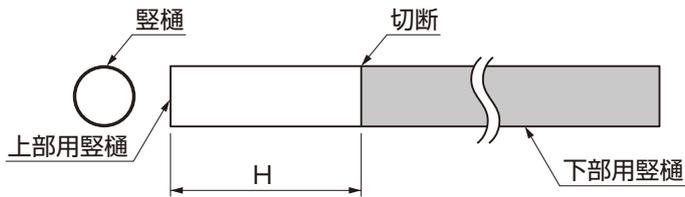

図9-1 縦樋の切断
- ① 縦樋をH寸法に切断してください。(図9-1、表9-1参照)